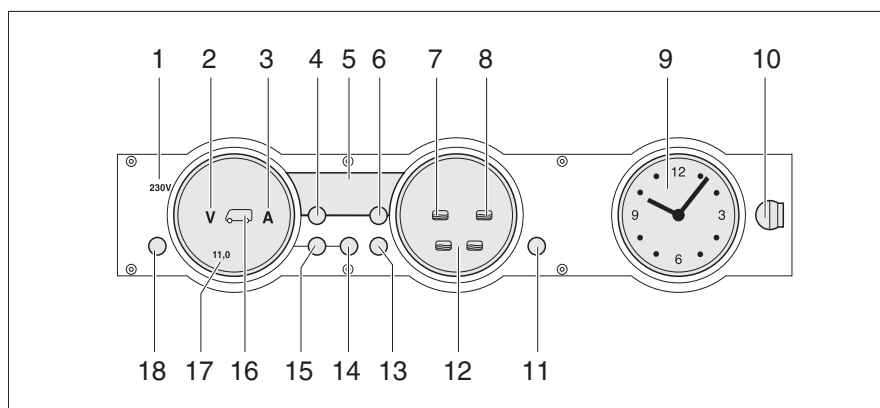

Fig. 152 Panel MP 20-T
Se enciende la luz de control de 230 V (Fig. 152,1) cuando hay tensión de red en la entrada del bloque eléctrico.
El interruptor principal de 12 V (Fig. 152,18) conecta y desconecta el panel y la alimentación de 12 V del habitáculo.
- Pulsar la tecla "12 V" (Fig. 152,18) brevemente. La alimentación de 12 V del habitáculo está conectada. La visualización de control "12 V" está encendida.
- ▷ En caso de que después de la conexión parpadeen tanto el LED "11,0" de la visualización de voltios así como el símbolo Voltios "V" (Fig. 152,2) en el instrumento indicador Baterías (Fig. 152,17), será demasiado baja la tensión de la batería del habitáculo. Cargar la batería.
- ▷ En caso de que después de la conexión parpadeen tres veces la visualización de control "12 V", el símbolo Batería del habitáculo (Fig. 152,16) y el símbolo Voltios "V" (Fig. 152,2), estará activada la separación de batería. Desactivar la separación de batería.
- Pulsar la tecla "12 V" (Fig. 152,18) brevemente. La alimentación de 12 V del habitáculo está desconectada. La visualización de control "12 V" se apaga.
- Pulsar la tecla Batería del habitáculo (Fig. 152,14) y mantenerla pulsada aprox. 10 segundos. Los símbolos Voltios "V" (Fig. 152,2) y Amperios "A" (Fig. 152,3) parpadean tres veces. La batería del habitáculo está separada de la red de a bordo de 12 V.
- Pulsar la tecla "12 V" (Fig. 152,18) y mantenerla pulsada aprox. 5 segundos. El símbolo Voltios "V" (Fig. 152,2) parpadeará tres veces. La batería del habitáculo está conectada a la red de a bordo de 12 V. La visualización de control estará encendida durante aprox. 2 segundos.
- Pulsar la tecla Batería del habitáculo  (Fig. 152,14). El símbolo Voltios "V" (Fig. 152,2) estará encendido. Según la carga o la descarga, el símbolo Amperios "A" estará iluminado de color blanco o rojo. La tensión de la batería y la corriente de la batería del habitáculo se visualizan a través de LEDs en el instrumento indicador.
- Pulsar la tecla Batería del motor de arranque  (Fig. 152,15). El símbolo Voltios "V" (Fig. 152,2) estará encendido. La tensión de la batería del motor de arranque es visualizada a través de LEDs en el instrumento indicador.
- Pulsar la tecla Depósitos  (Fig. 152,13). Los símbolos Depósito de agua  (Fig. 152,7) y Depósito de aguas residuales  (Fig. 152,8) estarán encendidos. Los niveles de llenado del depósito de agua (escala izquierda) y del depósito de aguas residuales (escala derecha) serán visualizados a través de LEDs en el instrumento indicador.
El símbolo Voltios "V" (Fig. 152,2) y el LED "11,0" parpadearán tan pronto la tensión de la batería caiga abajo de 11 V (medición durante el funcionamiento) y exista el riesgo de una descarga completa.
El símbolo Depósito de agua "☰" (Fig. 152,7) o el símbolo Depósito de aguas residuales "☷" (Fig. 152,8) parpadeará si el depósito de agua está vacío o el depósito de aguas residuales está lleno.